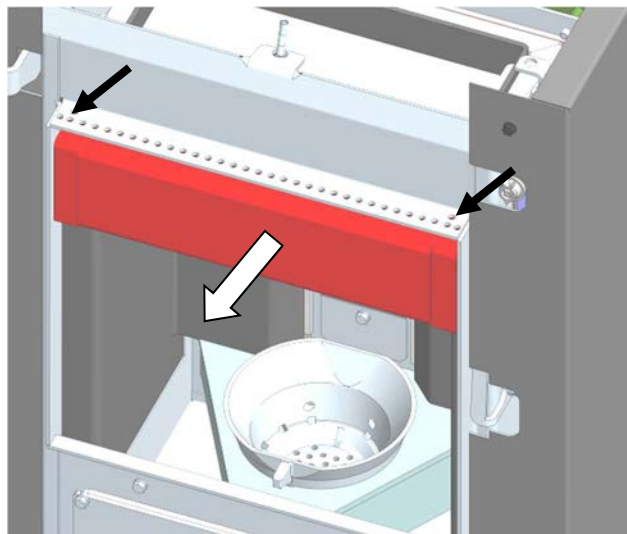

Abb. 73: Demontage Spoiler
2. Die beiden Schrauben des Spoilers heraus-schrauben (Abb. 73 schwarze Pfeile) und Spoiler herausnehmen.